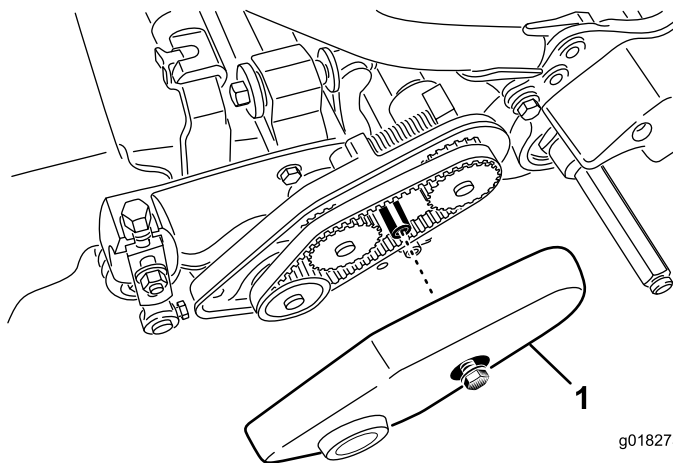

图41
1. 松开固定皮带罩的凸缘螺栓、取下皮带罩露出皮带（图41）。